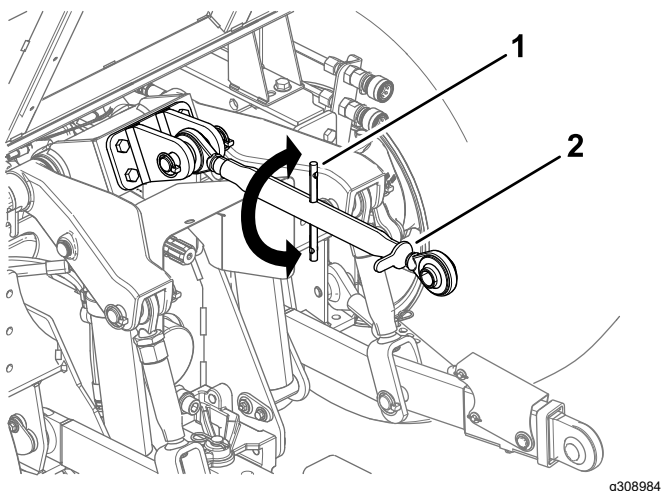

図 22
1. 上部リンクのジャムナットをゆるめる 図 22。
3. ジャムナットを締める 図 22。